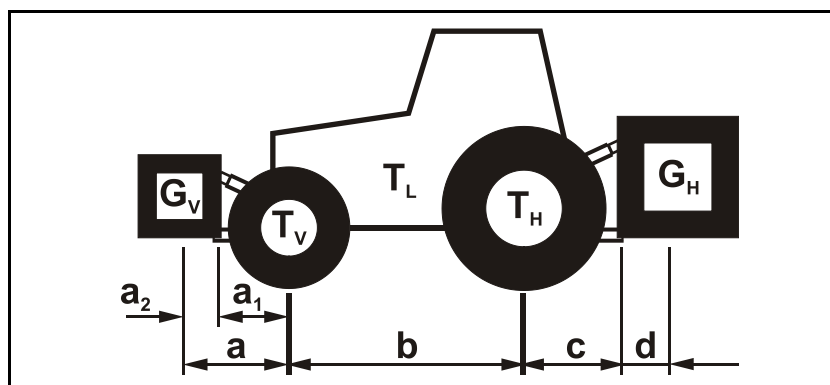

Fig. 56
2. Skru låseskruen ud (Fig. 56/1) på beskyttelsestragten.